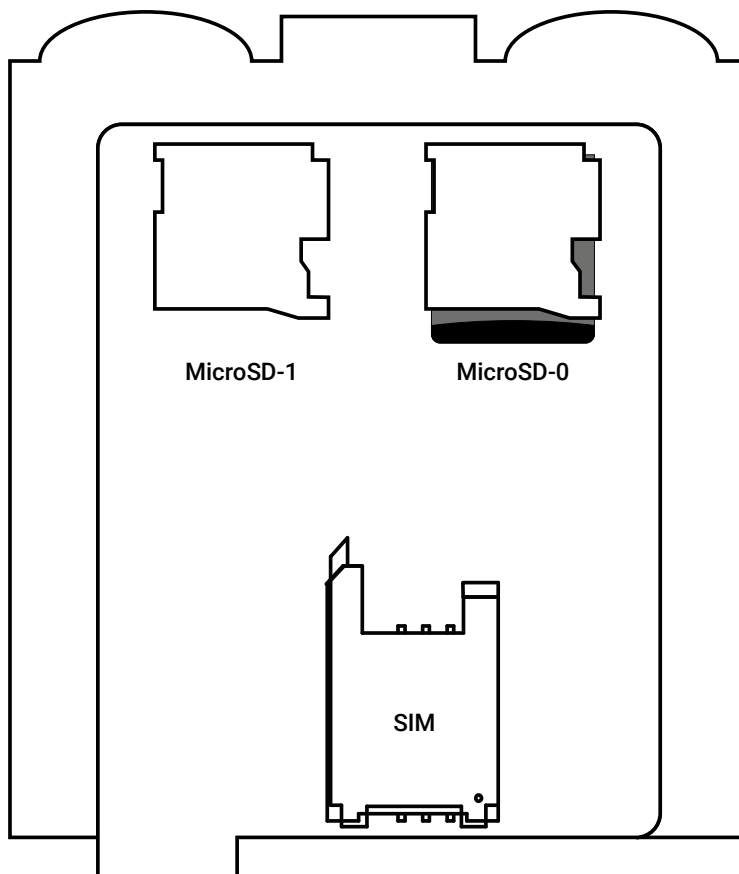

Рисунок 3. Плата прибора
- 4) Установите SIM-карту в держатель (см. рисунок 3).
14) Для работы прибора в VPN-сети необходимо поместить файл «vpn.json»5 с корректными настройками подключения на внешний накопитель, устанавливаемый в разъем MicroSD-1 (см. рисунок 3). Описание файла «vpn.json» приведено в руководстве по эксплуатации.6
Для ручной настройки сетевых параметров (IP-адрес, шлюз, маска, DNS) поместите файл «network.json»7 на внешний накопитель, устанавливаемый в разъем MicroSD-1 (см. рисунок 3). Перед этим откройте файл любым текстовым редактором (например, Notepad) и введите параметры в соответствии с конфигурацией вашей сети. При необходимости уточняйте параметры сети у вашего системного администратора.